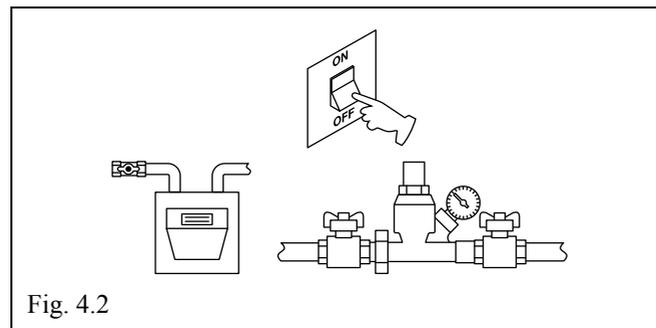

Fig. 4.2
- chiudere i rubinetti del combustibile e dell'acqua dell'impianto termico e sanitario (FIG. 4.2).